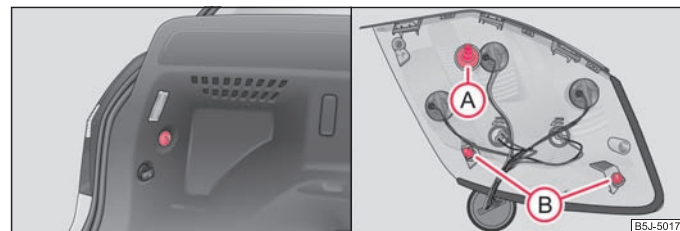

Fig. 175 Déposer le bloc optique arrière / poser le bloc optique arrière
- Avec une main, maintenez le bloc optique arrière et, avec l'autre main, dévissez l'écrou en plastique ⇒ fig. 175 - à gauche.
- Pour la repose, insérez d'abord le bloc optique arrière avec la vis (A) dans l'ouverture de la carrosserie ⇒ page 209, fig. 175.
- Poussez prudemment le bloc optique dans la carrosserie de sorte que les axes (B) prennent dans les appuis de la carrosserie.
- Avec une main, maintenez le bloc optique arrière et, avec l'autre main, vissez l'écrou et serrez-le à fond ⇒ page 209, fig. 175